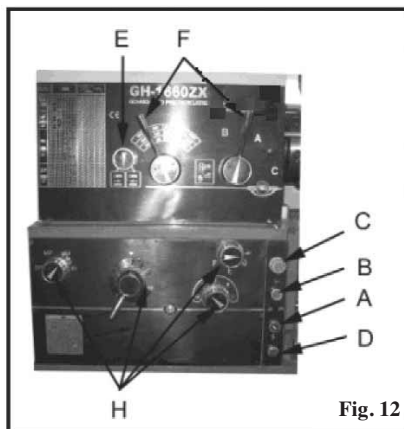

Fig. 12
Til/frakobling av kjøling: (A, fig. 12) Starter og stenger av kjølepumpen.
Lampe for strømtilførsel: (D, fig. 12) Lyser når dreiebenken er på.
Nødstop: (C, fig. 12) Stenger av alle funksjoner på maskinen. (Observer: Dreiebenken får allikevel fortsatt strøm). Vri medurs for å tilbakestille.
Startknapp: (B, fig. 12) Trykk inn og slipp den igjen for å starte spindelen.
2. **Spindeldokkens byttespaker:** (F, Fig. 12) Plassert opp på spindeldokkens framside. Flytte spakene mot venstre, eller høyre, for å stille inn ønsket spindelhastighet.
3. **Retningsspak lederskrue/materspindel:** (E, fig. 12) Sitter på spindeldokkens framside, nede til venstre. Materretningen endres med spaken. (Observer: Endre ikke spakens innstilling når maskinen går.)
4. **Matervelgerspik:** (H, fig. 12) Sitter på spindeldokkens framside. Brukes for å øke gjengeskjærings- og materhastigheten.